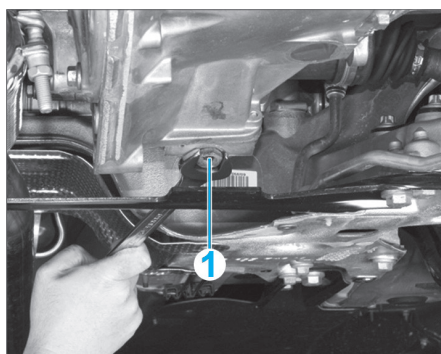

Fig. 1
- Déposer le bouchon (1) pour effectuer la vidange (Fig.1).
- Reposer le bouchon de vidange (1) avec un joint neuf.